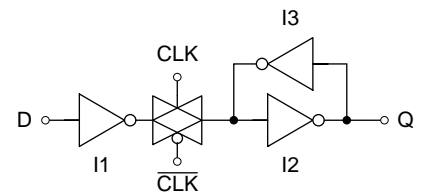

Bild 4.1
- f) Im BILD 4.1 ist ein statisches Latch dargestellt. Was muss bei der Dimensionierung der Inverter beachtet werden, damit die Schaltung funktionieren kann? Begründen Sie!